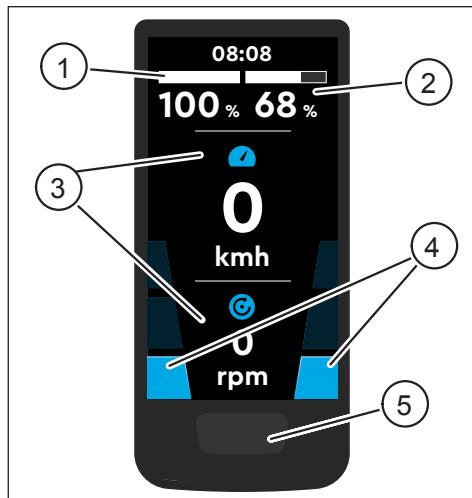
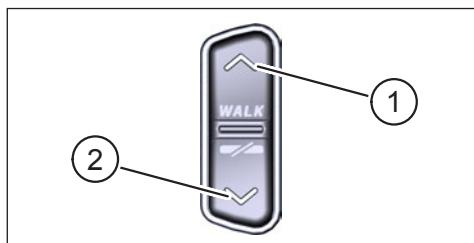

Fig. 1: Funcionamiento y componentes de indicación en el Display
Fig. 2: Funcionamiento en el Remote
Pos. en Fig. 1	Descripción
Pos. en Fig. 2	Descripción
- ▶ Mantenga pulsado el botón en el Display (Pos. 5 en Fig. 1) y el botón ABAJO en el Remote (Pos. 2 en Fig. 2) durante al menos 5 segundos.
- ▶ Con una doble pulsación de sobre el botón de la Display (Pos. 5 en Fig. 1) se pasa a la siguiente vista de la pantalla.